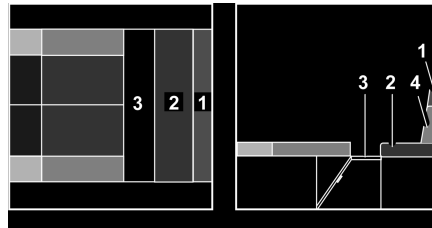
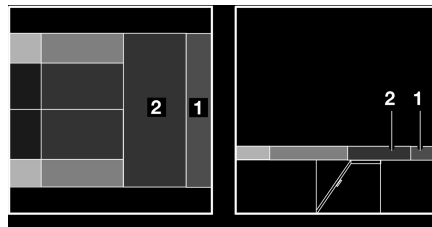

Fig. 112 Durante la transformación
Fig. 113 Después de la transformación
- Extraer el somier (Fig. 112,3).
- Tirar del cojín del asiento (Fig. 113,2) hacia el grupo de asientos central.
- Separar el cojín adicional (Fig. 113,1) del cojín del respaldo (Fig. 112,4). El cojín adicional está fijado al cojín del respaldo con cinta velcro y puede separarse fácilmente.